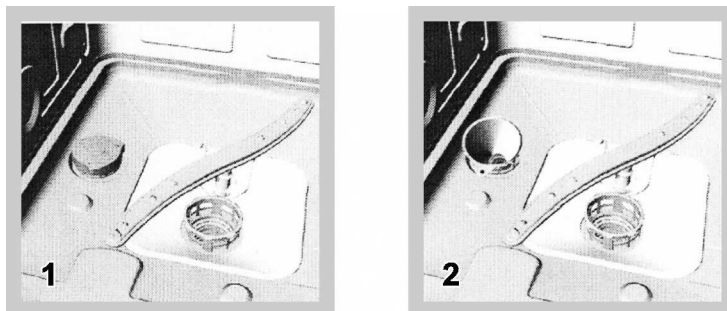

Рис. 4
- Выньте нижнюю корзину, затем открутите и снимите крышку емкости для соли (Рис. 4, иллюстрация 1).
- Вставьте конец воронки (поставляемой в комплекте с машиной) в отверстие и засыпьте около 2 кг соли (Рис. 4, иллюстрация 2). Вытекание небольшого количества воды из емкости для соли считается нормальным явлением.